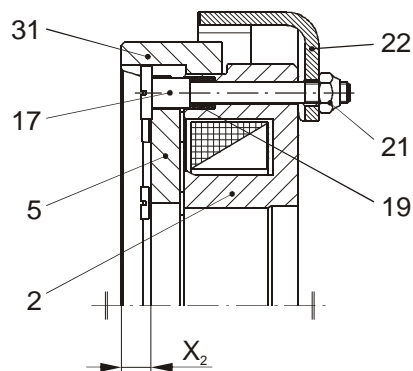

Fig. 4
La cote de réglage X_2 est indiquée dans le tableau 3 et à la fig. 4. Le carter (31) n'est pas réglable et n'a pas d'ouverture de contrôle de l'entrefer entre le disque de freinage (5) et le porte-bobine (2).